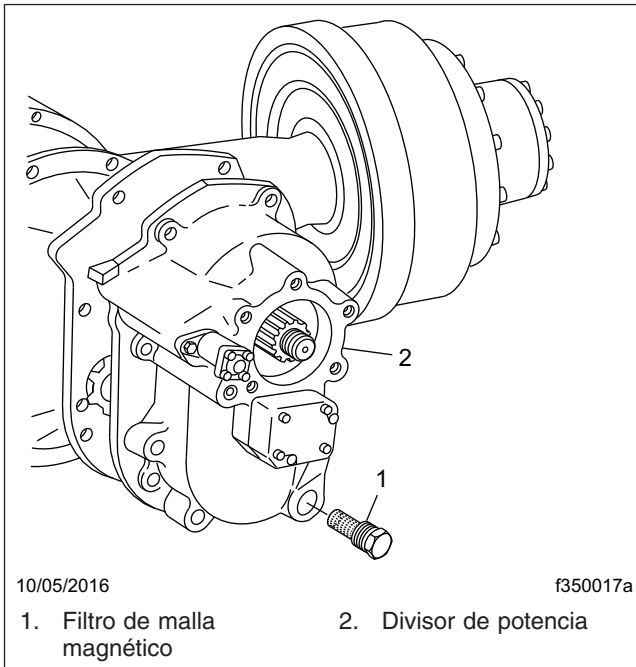

Figura 5, Filtro de malla magnético para ejes motores en tándem Dana Spicer
4. En cada cambio de aceite del eje, retire y limpie el filtro de malla magnético, si así está equipado. Vea la **Figura 5**.